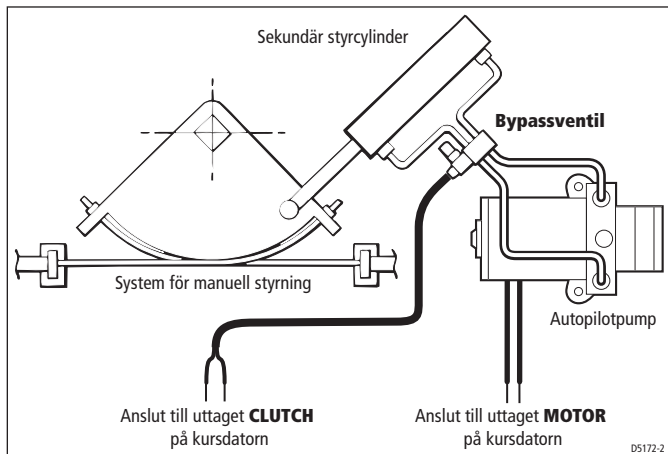

Bild 2: Koppla in till en sekundär styr cylinder
- Installera den magnetventilstyrda förbikopplingsventilen (best.nr. M81167) mellan dessa rör (se bild 2).